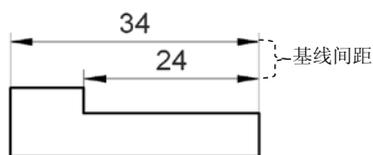

图 8.2.3 设置基线间距
- **基线间距(A):** 文本框: 创建基线标注时, 可在此设置各尺寸线之间的距离, 如图 8.2.3 所示。还可以用变量 **DIMDLI** 设置该项。